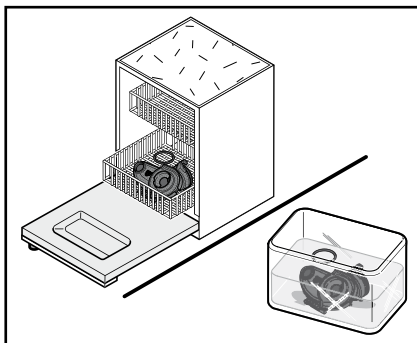

Bild 29
7. Rengör mixerskålen tillsammans med tättningsringen (bild 29):